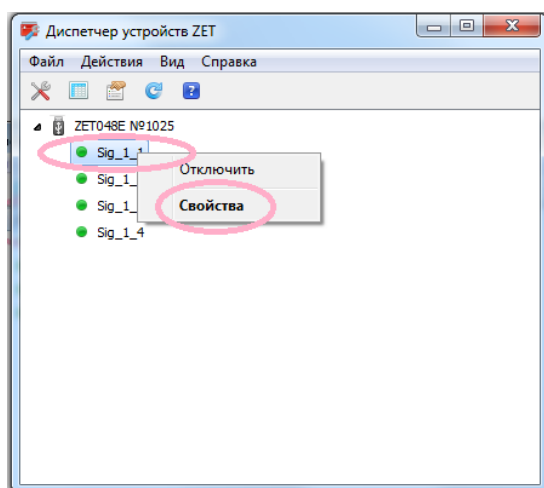

Рисунок 13
- в окне программы «Диспетчер устройств ZET» вызвать правой кнопкой мыши контекстное меню канала №1 (Sig\_1\_1) регистратора и выбрать в нем «Свойства» (Рисунок 13).